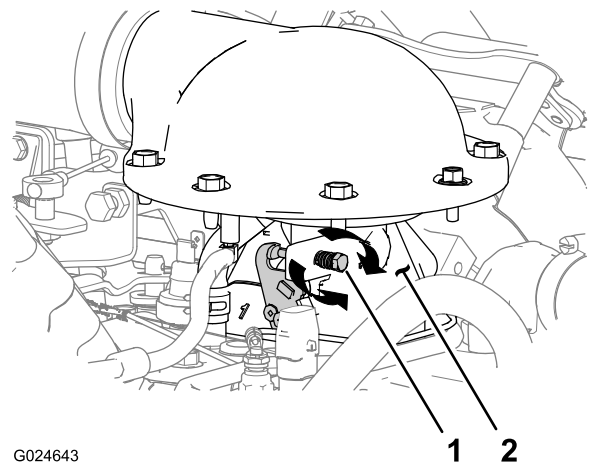

Figure 39
- Si le régime de ralenti est supérieur ou inférieur à 1 100 tr/min, tournez la vis de réglage du ralenti dans le sens horaire ou antihoraire sur le boîtier de papillon jusqu'à ce que le régime de 1 100 tr/min soit atteint (Figure 39).